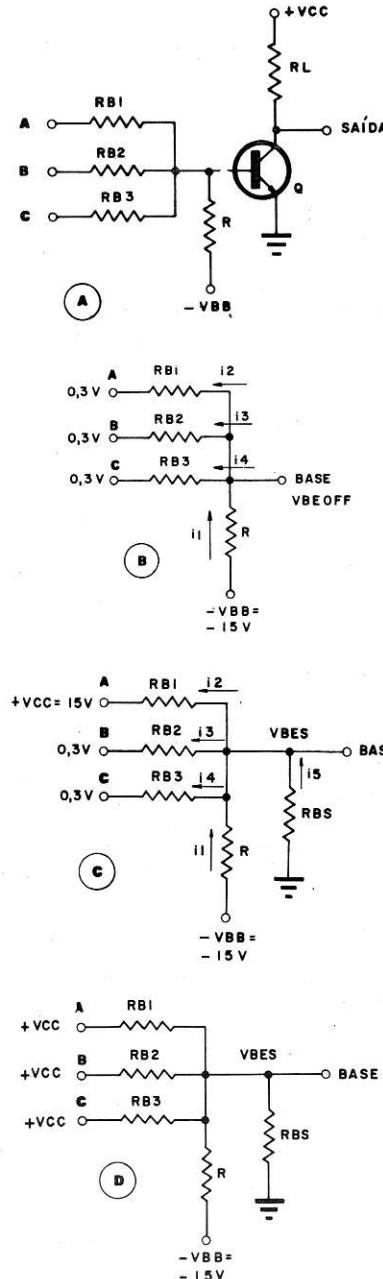
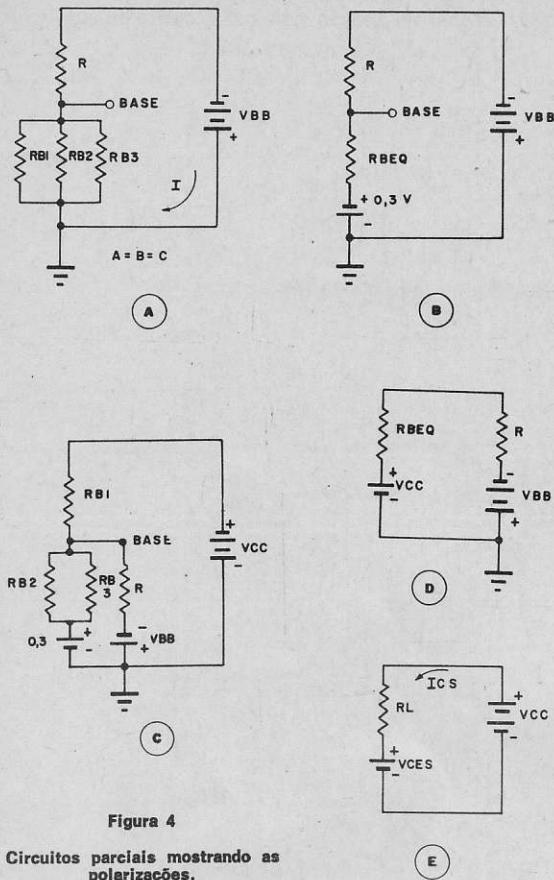

Figura 3
Figura 4
Na figura 3-A damos o circuito RTL. O transistor funciona como amplificador e inversor; com a amplificação mantemos os níveis 1 e 0.
O circuito da figura 3-A possui três ingressos: A, B e C; por isso dizemos que tem "fan-in" três.
O circuito da figura 3-A pode operar como porta NOU e como porta NE (não-e), dependendo dos valores. Na figura 3-B mostramos a porta NOU cortada ("off"), pois as entradas estão em 0,3 V, que corresponde ao nível 0. Nestas condições haverá uma corrente fluindo de  $-V_{BB}$  através dos resistores, conforme a figura 4-A, que polarizará a base de Q negativamente. O divisor de tensão aplicará uma tensão negativa  $V_{BEoff}$  à base de Q. A tensão  $V_{BEoff}$  é dada por
Esta condição é mostrada na figura 3-B e 4-A-B.
temos a tabela de verdades do circuito da figura 3-A; constatamos que ele realiza a função NOU.
Podemos determinar os valores de  $R$  e  $RB1 = RB2 = RB3$ , de modo que quando todos os ingressos estiverem em 0,3 V o transistor Q não conduza, e quando uma ou mais entradas estiverem em  $+VCC = 15 V$ , ele conduza. O problema crítico no projeto é justamente o caso em que apenas uma entrada está em 1 (001, 010, 100), que são as condições da 2.a, 3.a e 4.a linhas da Tabela I-B. Este caso é mostrado nas figuras 3-C e 4-C. A análise da porta NOU torna-se mais fácil fazendo-se a análise nodal (lei dos nós). Pela análise nodal temos no nó BASE do circuito da figura 3-B a equação das correntes
(A) Tabela do NOU de 3 ingressos. (B) Tabela de verdades do NOU da figura 4-A